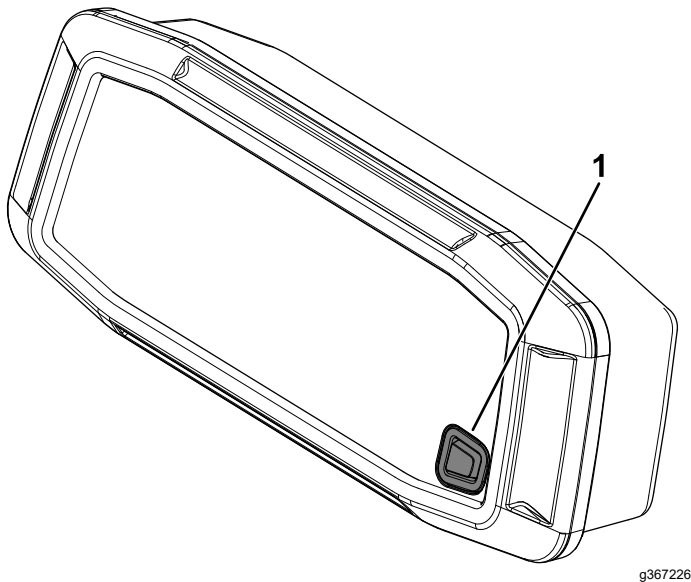

Figura 47
1. Mantenga pulsado el botón (Figura 47) durante al menos 10 segundos.